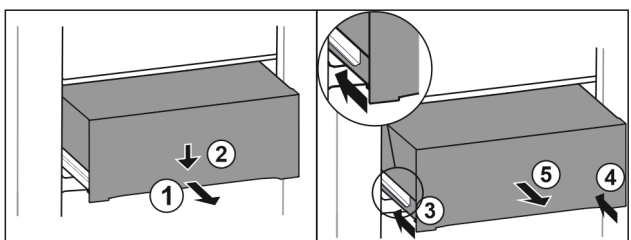

Fig. 120
- ▶ Vytiahnite zásuvku do polovice. Fig. 120 (1)
- ▶ Zatlačte zásuvku na prednej strane smerom nadol. Fig. 120 (2)
- ▶ Zasuňte ľavú koľajničku o cca 2 cm. Fig. 120 (3)
- ▶ Zasuňte pravú koľajničku o cca 2 cm. Fig. 120 (4)
- ▶ Odoberte zásuvku dopredu. Fig. 120 (5)